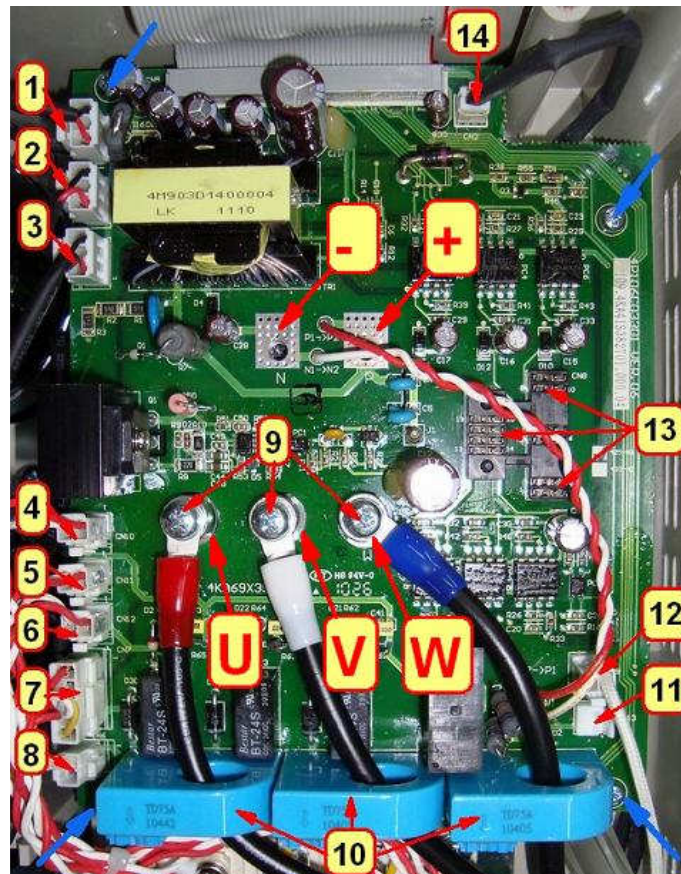
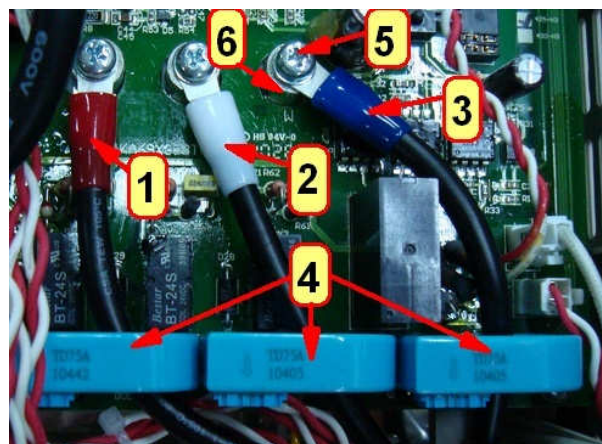

Рис.7.15
Рис.7.16
7.10.1. Взять плату драйверов, продеть через окна датчиков тока 4 наконечника 1, 2, 3 проводов U, V, W (рис.7.16). Установить плату над IGBT модулем, совместив отверстия в плате по сторонам розетки 13 (рис.7.15) с направляющими штифтами модуля и нажав на розетку до упора платы в IGBT модуль.
7.10.2. Вкрутить четыре самонарезающих винта (рис.7.15).
7.10.3. Соединить разъемы CN1...CN4, CN6, CN7, CN9...CN13 в соответствии с табл.7.4 и рис.7.15.
7.10.4. Закрепить на площадках U, V, W платы наконечники 1, 2, 3 тремя винтами 5, подложив под наконечники втулки 6 (рис.7.16).